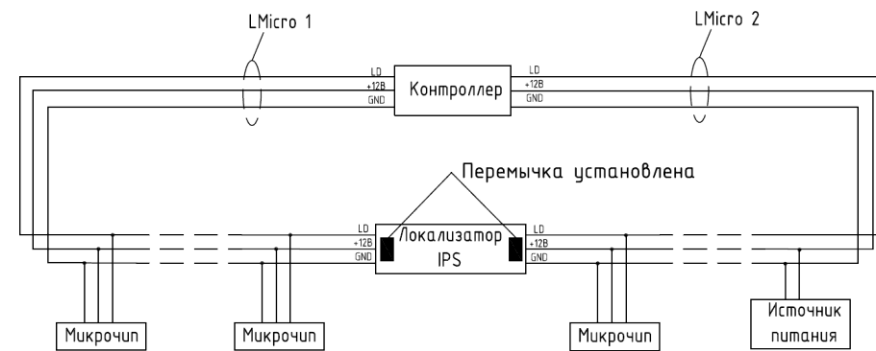

Рисунок 3. Схема подключения локализатора короткого замыкания IPS
**ВАЖНО!** Перемычки (2 на Рисунке 1) устанавливаются с двух сторон (см. Рисунок 3).